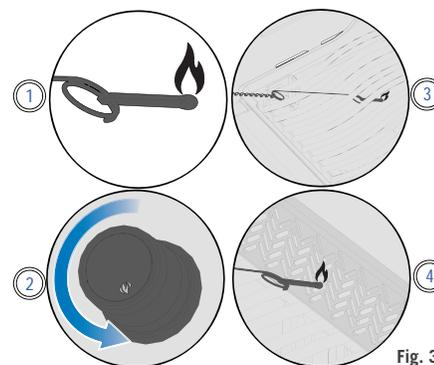

Fig. 3
2. Inserte el fósforo encendido entre las rejillas y los placas sobre los quemadores mientras gira la perilla correspondiente a la posición de llama alta. (Fig. 3)